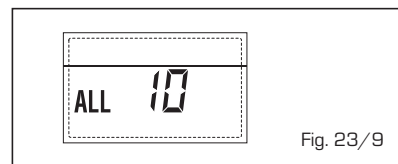

Fig. 23/9
**- INTERVENCIÓN Sonda HUMOS "ALL 13" (fig. 23/10)**